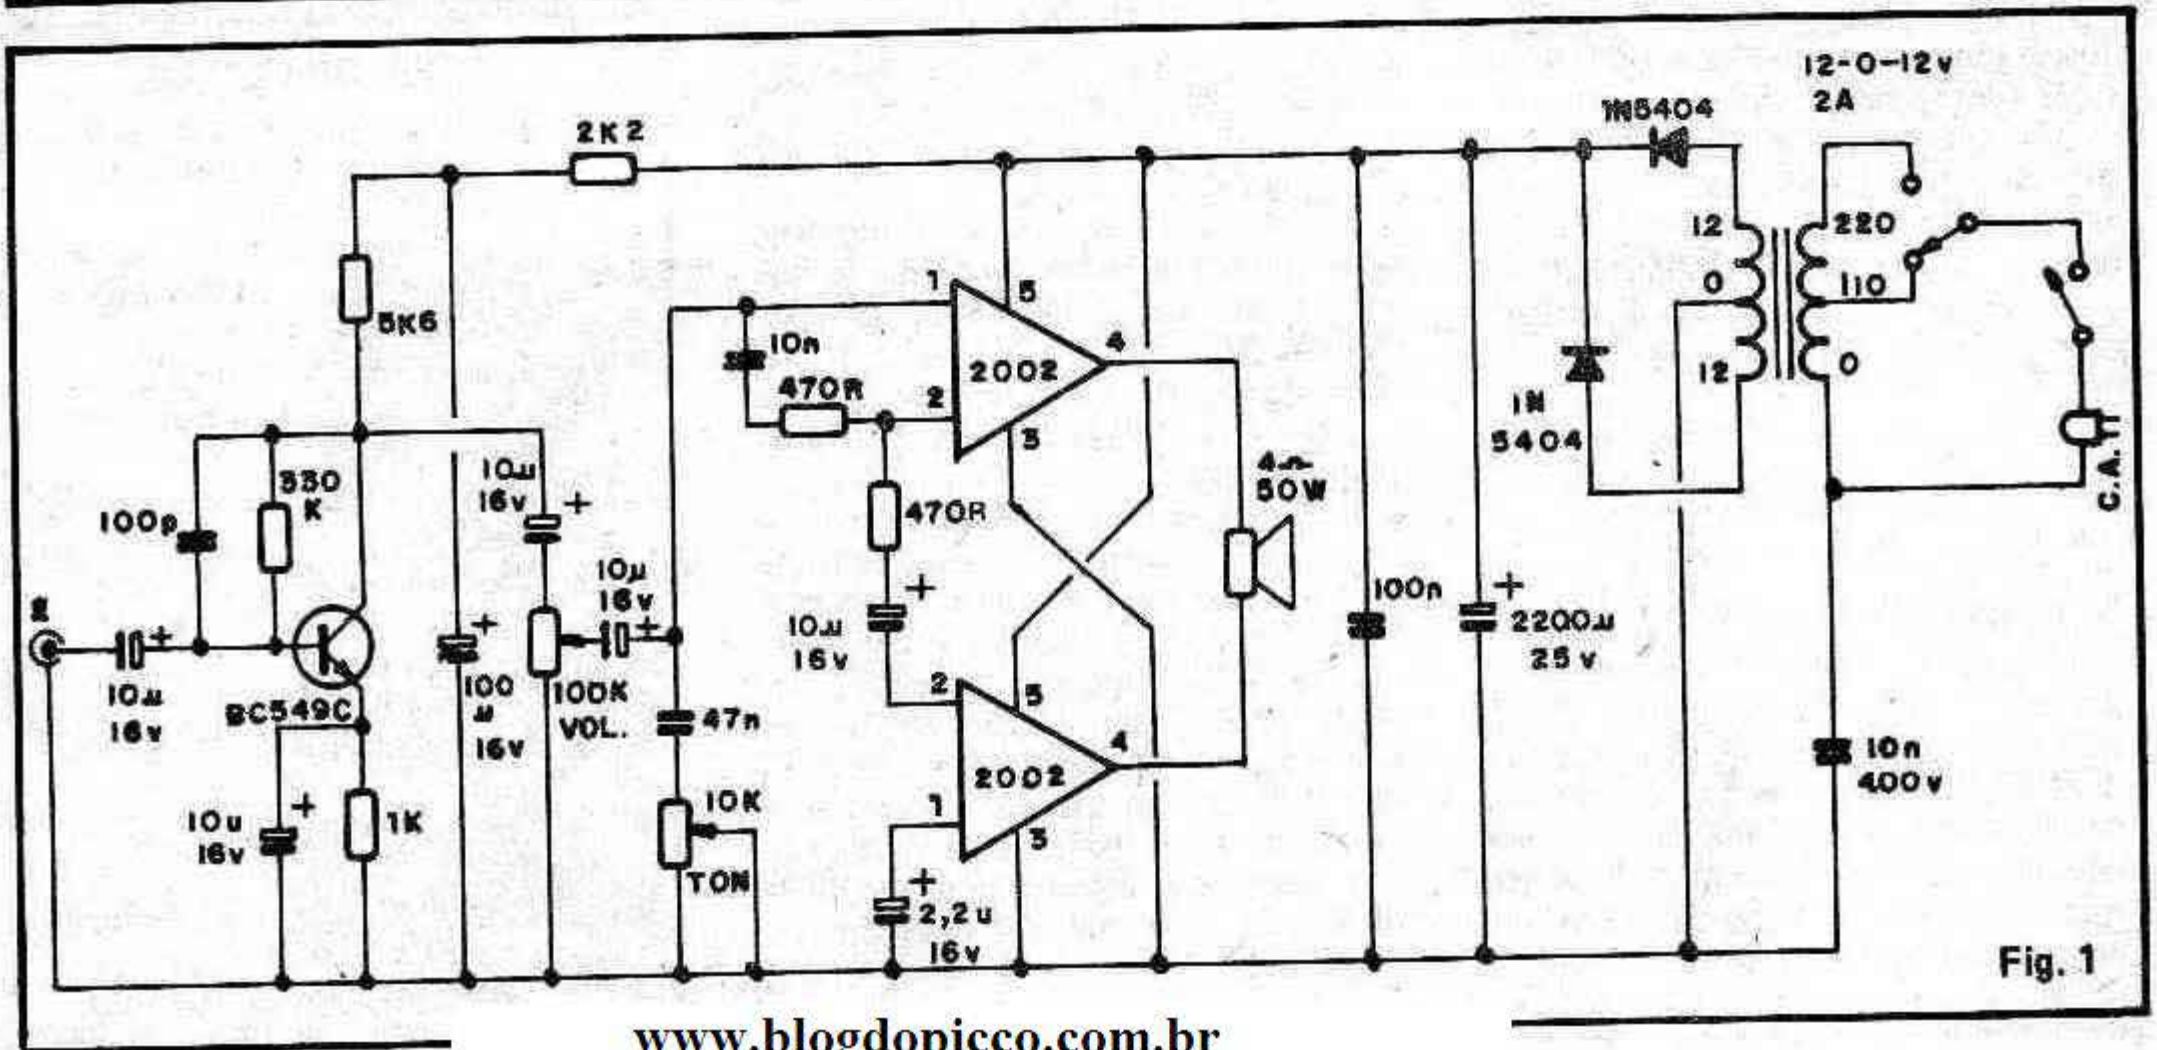
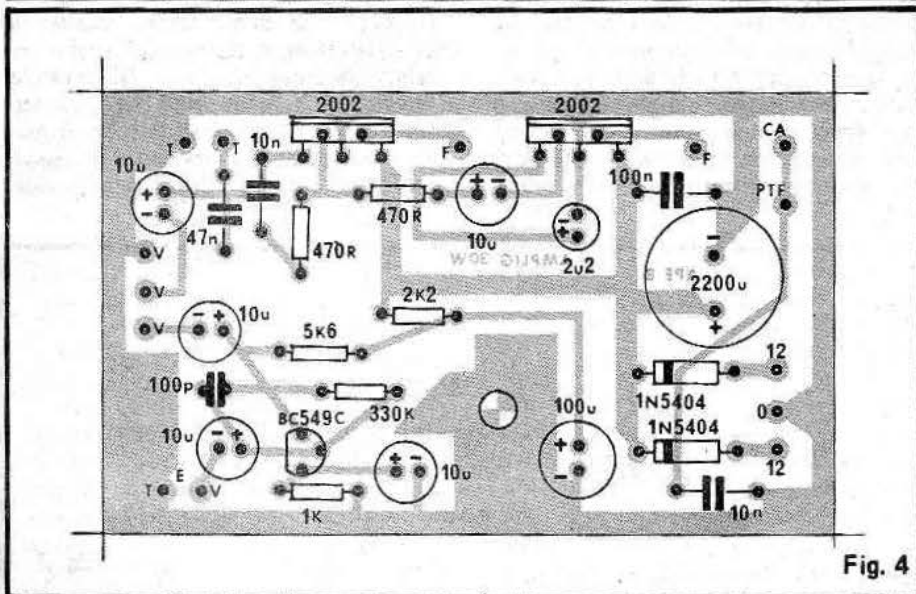

Fig. 1
Fig. 4
O "esquema" do AMPLIG 30W está na fig. 1. Vamos observá-lo rapidamente "seguindo o sinal" ou seja, da entrada para a saída...
Os pinos centrais (3) dos 2002 correspondem tanto à ligação de "terra" (negativo da alimentação) quanto à própria conexão elétrica da lapela metálica dos componentes... Observando novamente o "esquema" (fig. 1) o leitor notará que isso facilita sobremaneira a colocação do dissipador de calor, que pode então ser único para os dois
Na fig. 4 a placa é já vista pelo lado não cobreado, com todos os componentes principais posicionados. A “sombra” do padrão cobreado existente no outro lado da placa também é vista, de modo a facilitar a conferência do posicionamento e ligação dos componentes, em relação ao “esquema” (fig. 1). Os dois Integrados 2002 devem ficar com suas lapelas metálicas bem alinhadas, juntas à borda da placa, facilitando assim a colocação do dissipador, ao final. Observar bem a codificação atribuída às ilhas perifé-